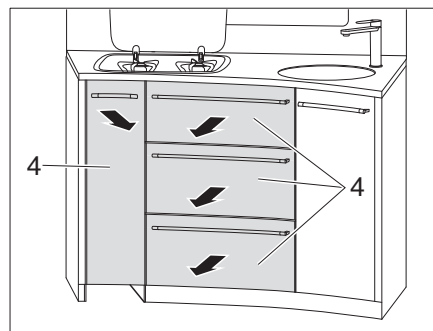

Bild 118 Küchenschubladen herausnehmen
- Küchenschubladen (Bild 118,4) herausnehmen.